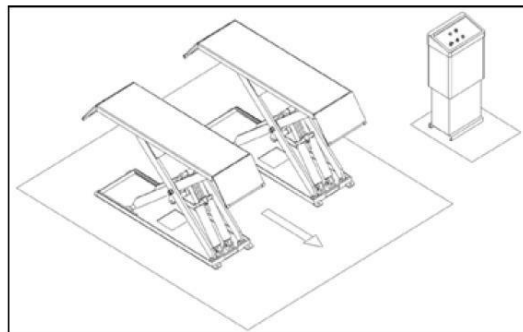

Рис. 7
- Убедитесь в том, что автомобиль правильно установлен на платформах (**рис. 7**).